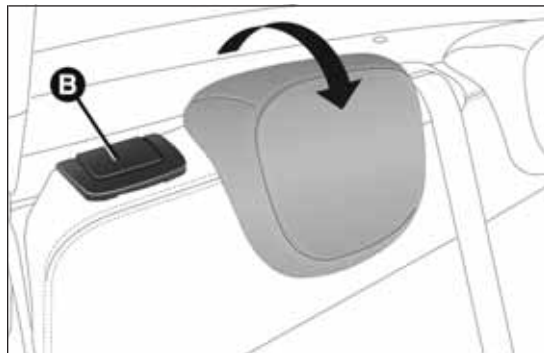
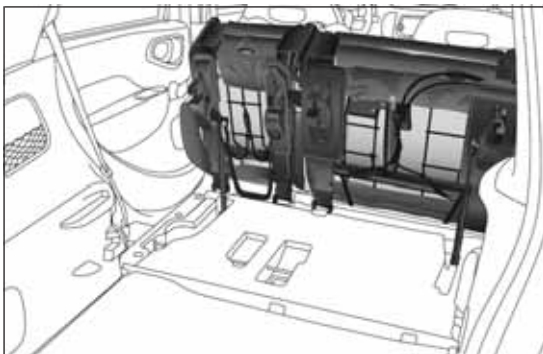

fig. 90
fig. 91
- ☐ levantar la palanca de desenganche B fig. 90 para abatir la parte izquierda o derecha del respaldo: el respaldo y el cojín se inclinarán automáticamente hacia delante (ver fig. 91). Si es necesario acompañar el respaldo en la primera parte de la inclinación.